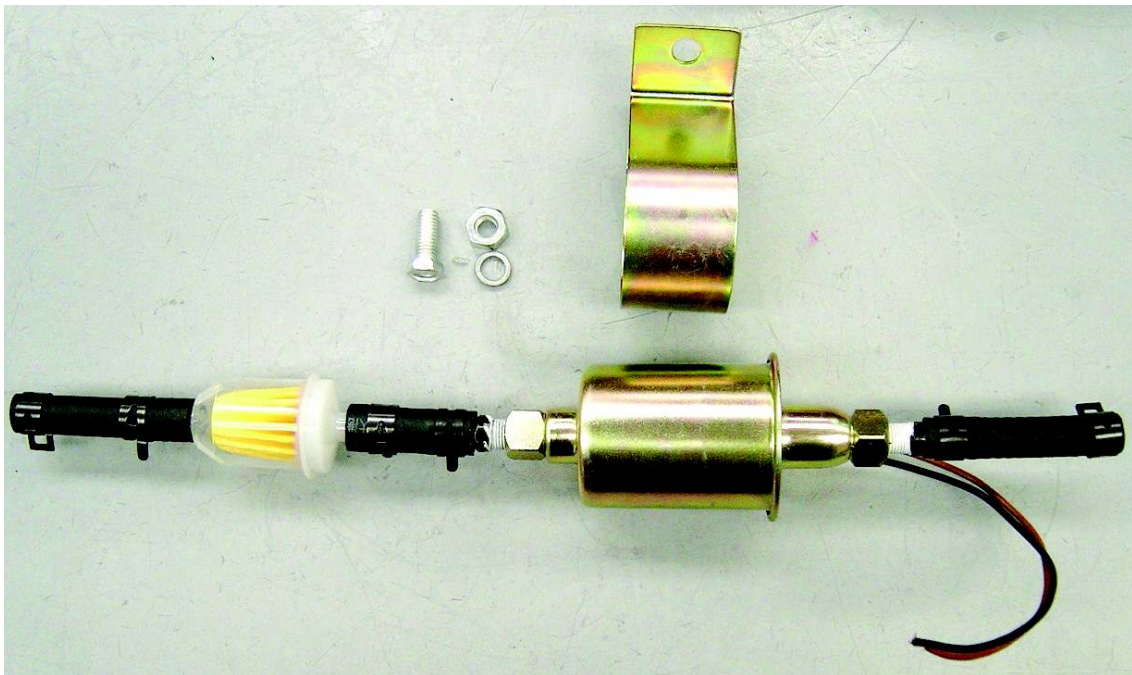

Figura 3. Vista en que se observa la orientación de las mangueras y abrazaderas.
3. Dependiendo de la aplicación final, mangueras y abrazaderas adicionales serán instaladas como se nota en la figura 3.